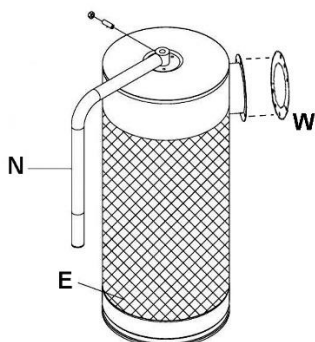

Figure 8
9. Montez la poignée (N) sur le filtre de la boîte (E) à l'aide de l'écrou et de la vis de réglage. Voir la Figure 8.